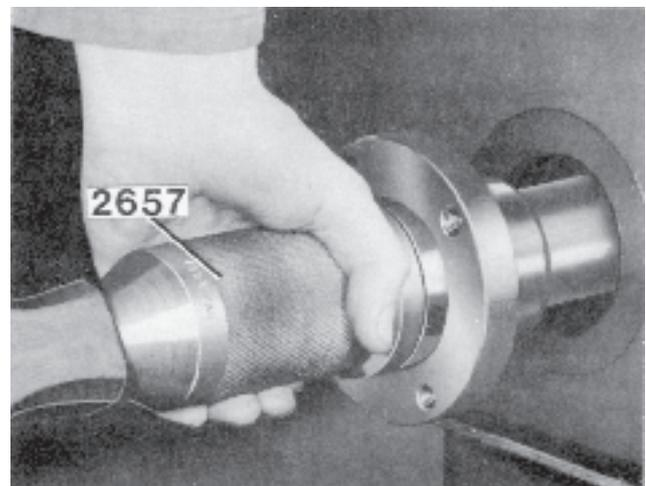

Fig. 84. Montage du moyeu polygone
11. Graisser l'extrémité du vilebrequin avec du bisulfure de molybdène. Monter la partie de centrage pour l'outil 2657 à l'extrémité du vilebrequin. Chauffer le moyeu polygoné à environ 100°C. Faire rentrer le moyeu polygoné en frappant rapidement sur l'outil jusqu'à environ 5 mm du plan du pignon (figure 84).